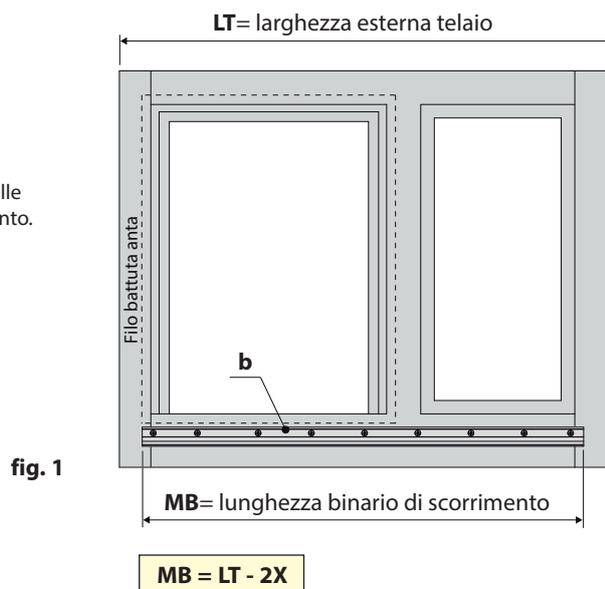

fig. 1
- 1) Tagliare a misura il binario di scorrimento (**b**) (fig. 1).